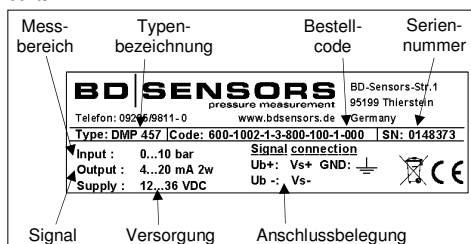

Abb. 1 Typenschild
- Vergewissern Sie sich, dass Ihr Gerät als Sonderausführung für Sauerstoff-Anwendungen bestellt und entsprechend geliefert wurde. Am einfachsten können Sie dies anhand des Typenschildes überprüfen (vgl. hierzu Abb. 1). Endet Ihr Bestellcode mit den Ziffern "007", ist Ihr Gerät für die Sauerstoff-Anwendungen geeignet.